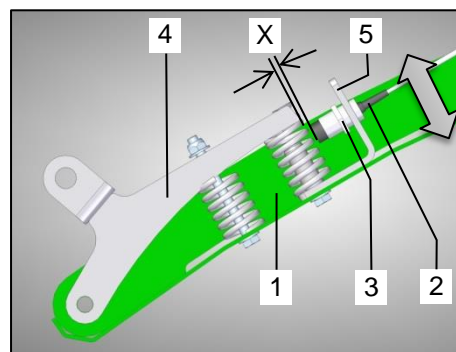

Bild 37: Sensor Einstellung
Mit Hilfe der Befüllautomatik wird der Transportboden automatisch bei Erreichen einer definierten Materialhöhe im Laderaum betätigt. Hierbei wird die Bewegung der Befüllhaube (Bild 37 / Pos.1) durch einen Sensor (Bild 37 / Pos.2) registriert.
Der Sensor (Bild 37 / Pos.2) an der Stirnwand (Bild 37 / Pos.1) wird bei Ruhestellung eingestellt. Die Stirnwand (Bild 37 / Pos.1) ist hierbei nicht angehoben.
- Lösen Sie am Sensor (Bild 37 / Pos.2) die Mutter (Bild 37 / Pos.3).
- Spricht die Befüllautomatik beim Beladen zu schnell an, platzieren Sie den Sensor (Bild 37 / Pos.2) näher in Richtung Befüllhaube (Bild 37 / Pos.1).
Soll die Befüllautomatik beim Beladen früher ansprechen, platzieren Sie den Sensor (Bild 37 / Pos.2) weiter von der Befüllhaube (Bild 37 / Pos.1) weg. Beachten Sie, dass die Diode hierbei noch nicht leuchten darf, da sonst die Befüllautomatik sofort betätigt wird.
- Halten Sie den Sensor (Bild 37 / Pos.2) in dieser Position und ziehen Sie die Mutter (Bild 37 / Pos.3) unter Berücksichtigung des maximalen Anzugsmoments wieder an.
Spricht die Befüllautomatik beim Beladen zu schnell oder zu spät an, muss erneut eine Einstellung des Sensors (Bild 37 / Pos.2) vorgenommen werden.